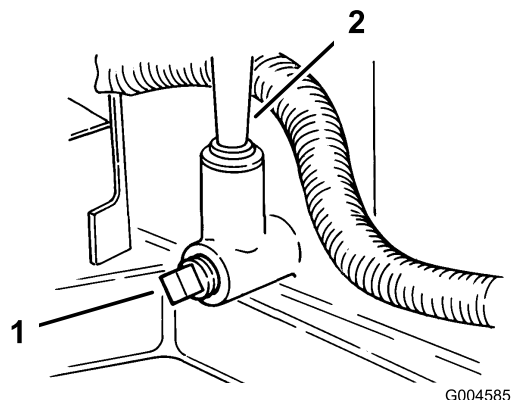

Bild 20
9. Stellen Sie eine Auffangschale unter den Ölpeilstab/den Einfüllstutzen und entfernen die Ablassschraube (Bild 20).